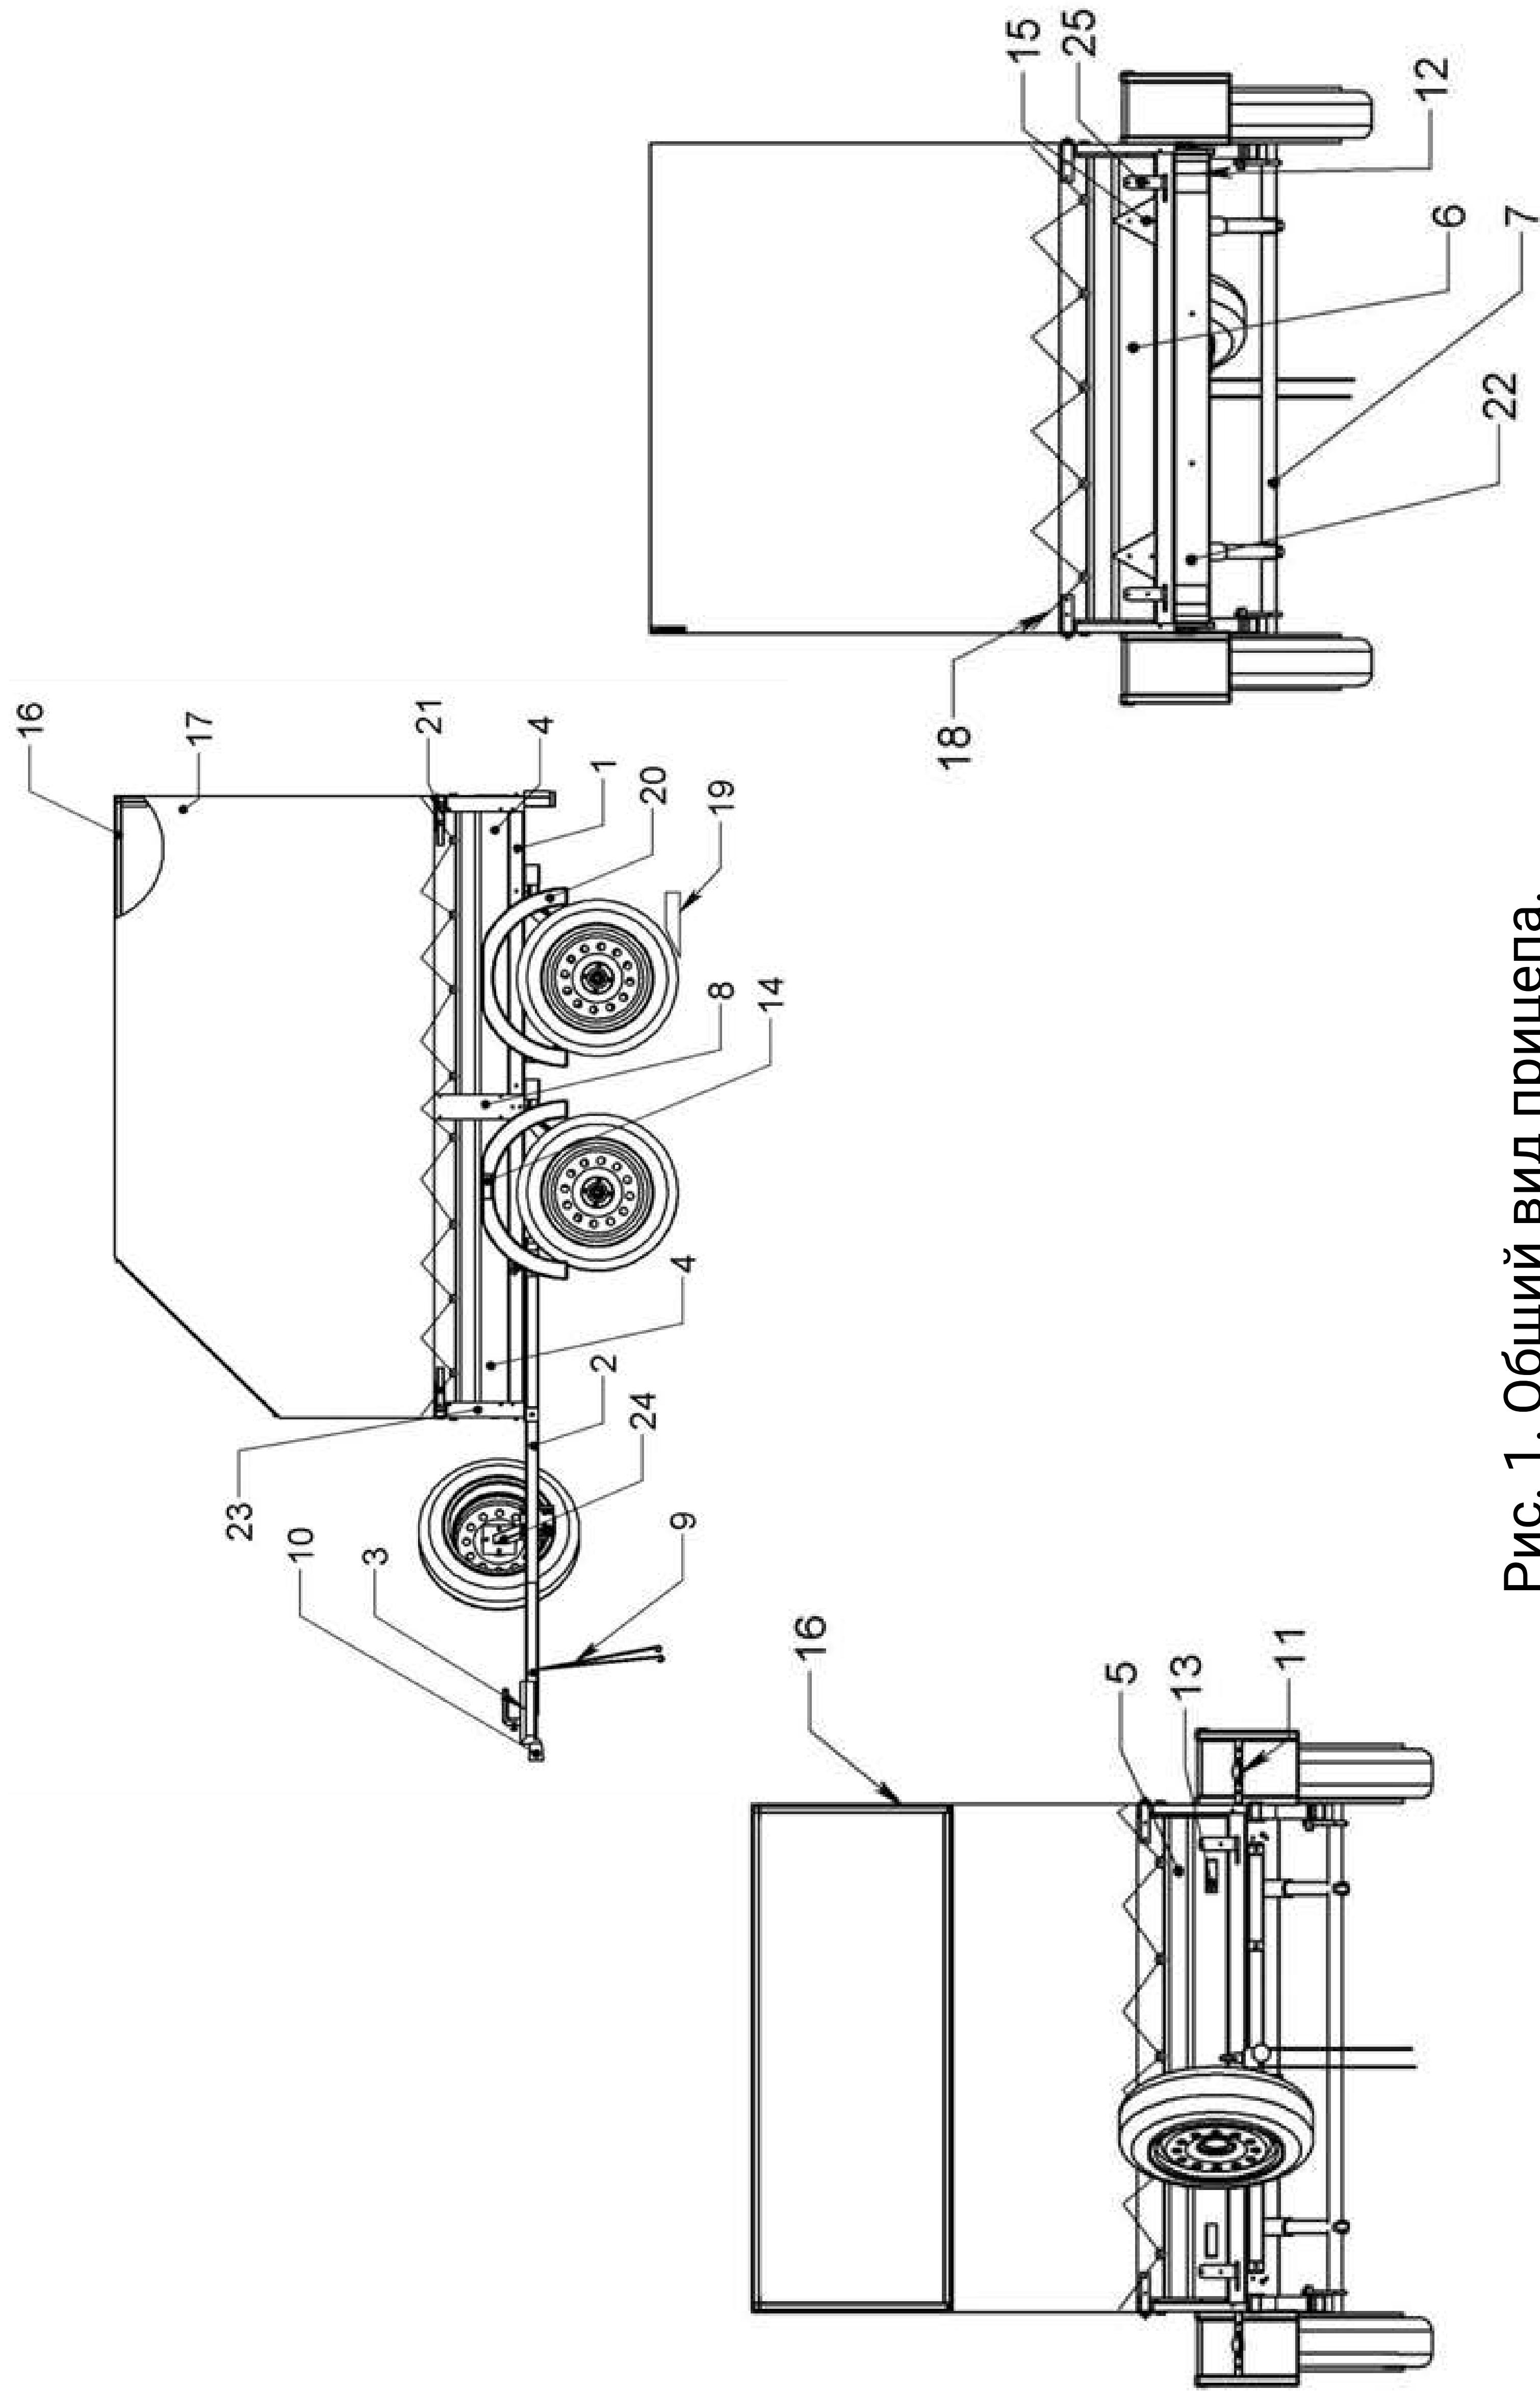

Рис. 1. Общий вид прицепа.
4.1.Общий вид прицепа и его составные части показаны на рис.1.
4.9.Кронштейн борта промежуточный 8 (рис.1) предназначен для крепления боковых бортов к раме прицепа..
4.11.Упоры противооткатные 19 (рис.1) обеспечивают неподвижность прицепа полной массы на подъемах и спусках с крутизной уклона до 18% (подкладываются на стоянках под его колеса) неограниченное время без применения дополнительных внешних приспособлений.